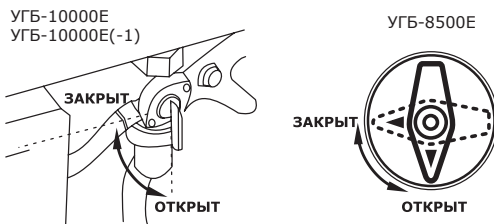

рис. 7
- Поверните топливный кран в положение «Открыто» (рис. 7).
- Перекройте топливный кран, установив его в положение «Закрыто» (рис. 7).